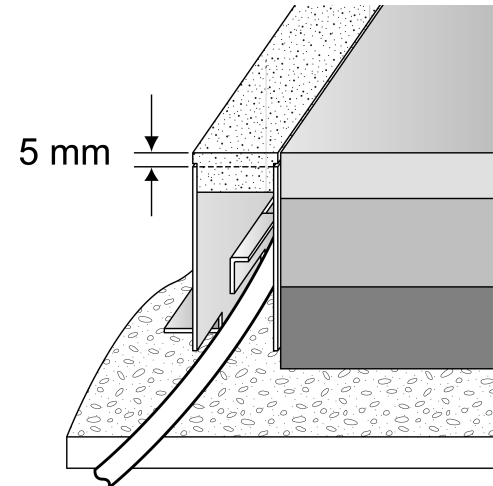

Bild 7
- Einbauhilfe (5) in Einbaurahmen einsetzen.
- Einbaurahmen mit Schrauben (9) und Dübel oder Montagekleber befestigen.
- i** Die eingesetzte Leuchte ragt 5 mm über die Rahmenoberkante hinaus. Die Oberkante des Fertigfußbodens (OKFF) muss später ebenfalls 5 mm über dem Rahmen liegen (Bild 7).